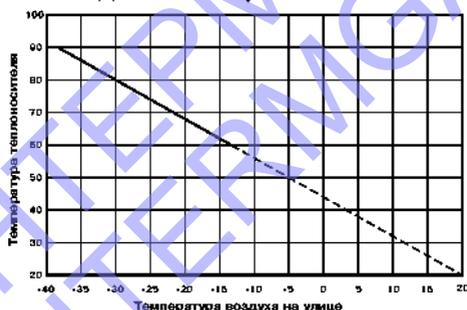

Рис.9 График зависимости температуры воды от температуры наружного воздуха.
7.4.7. Если установлен датчик наружной температуры, имеется возможность включить режим погодозависимого регулирования (см. пункт 7.5.9.). Для корректной работы в этом режиме необходимо отключить датчик температуры воздуха в помещении (22) Прил.1. Установите необходимую температуру воды при определенном значении температуры улицы. Для расчета графика регулирования используются две точки. В качестве первой точки используются введенные в пункте меню значения, а в качестве второй точки используются значения: 20°C теплоносителя при 20°C наружного воздуха. Например, при указанных параметрах (80°C теплоносителя при -30°C на улице) график регулирования будет выглядеть как на рис. 9.